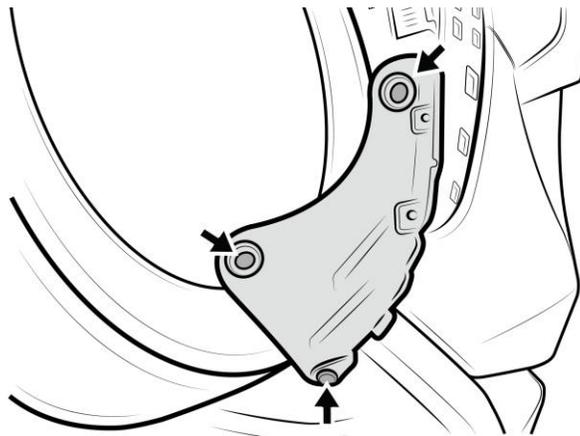

Fig. 2-1
- (a) Retirer les 2 goupilles-poussoirs et le boulon. (Fig. 2-1)